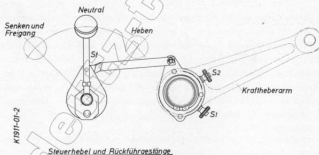

Abb. 5
5. Rückführgestänge (Abb. 5) vom linken Kraftheberarm zum Steuerhebel „St“. Dieses Rückführgestänge ist so eingestellt, daß bei Erreichen der höchsten Kraftheberarm-Stellung der Steuerhebel „St“ aus der Lage „Heben“ in die Neutral-Stellung zurückgedrückt wird.